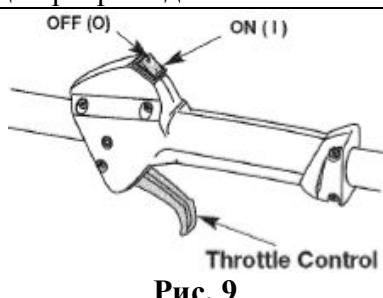

Рис. 9
ПРИМЕЧАНИЕ: нет необходимости включать устройство; переключатель управления запуском/отключением двигателя все время находится в положении ON (I) (Рис. 9).
OFF (O), пока устройство полностью не остановится (Рис. 9).
4. Переместите и удерживайте переключатель управления запуском/остановкой двигателя в положении OFF (O), пока устройство полностью не остановится (Рис. 9).